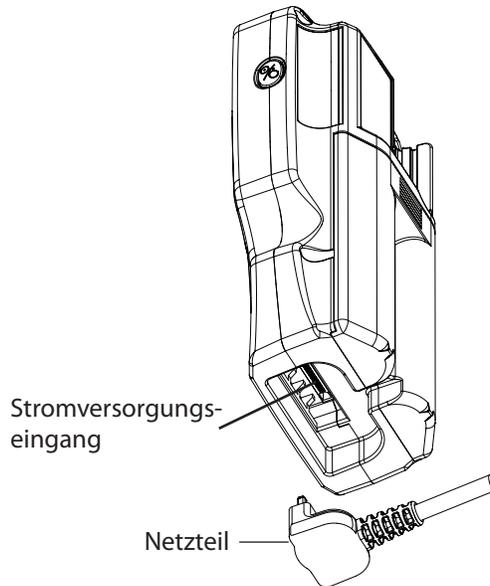
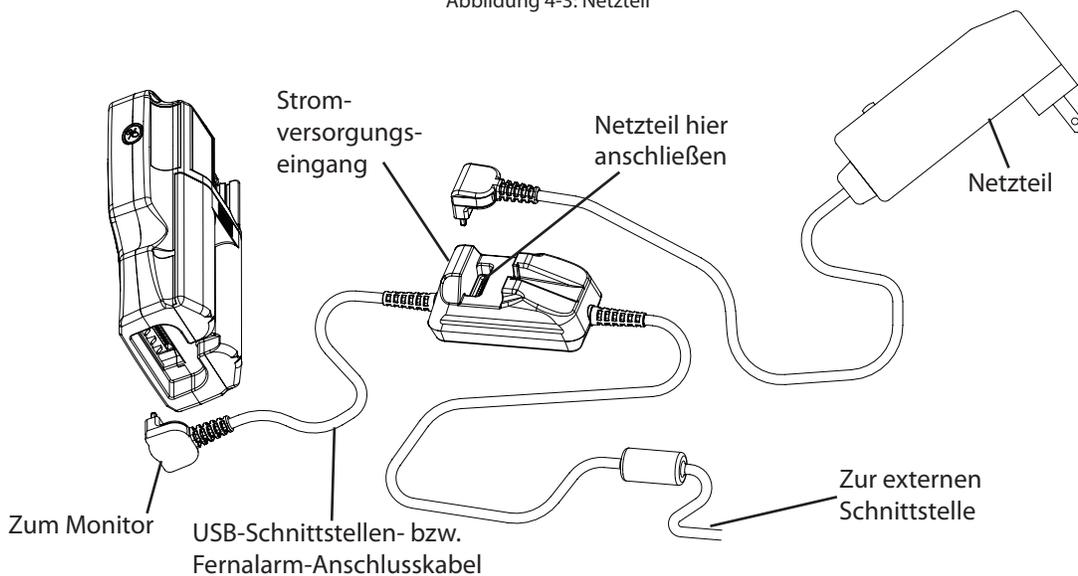

Abbildung 4-3: Netzteil
Abbildung 4-4: Verbindungskabel
- Das Netzteil kann direkt an das Oximeter angeschlossen werden. Siehe Abbildung 4-3.
- Das Netzteil kann an eines der Verbindungskabel angeschlossen werden (Abbildung 4-4), d.h.
Das Netzteil kann an das Oximeter (Abbildung 4-3) oder an ein Verbindungskabel angeschlossen werden (Abbildung 4-4), d.h. das USB-Schnittstellenkabel WW1089 oder das Fernalarmkabel WW1067.